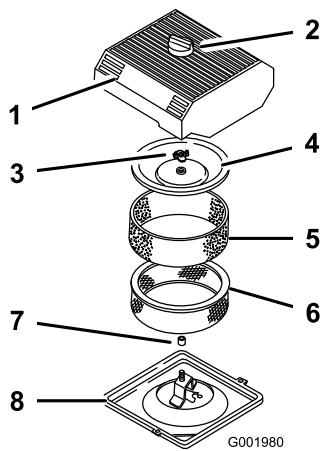

図 46
3. エアクリーナを外したときエンジン内部に異物が入らないよう、周辺をきれいに拭く(図 46)。
- エア・クリーナのカバーのノブをゆるめてカバーを外す(図 46)。
- ペーパー・エレメントからスポンジ・エレメントを注意深く取り外す(図 46)。
- カバー・ナットを外し、カバーとペーパー・エレメントを外す(図 46)。
- ペーパー・エレメントにスポンジ・エレメントを注意深く取り付ける(図 46)。
- カバー・ナットを取り付けて指締めする(図 46)。
4. エア・クリーナのカバーとノブを元通りに取り付ける(図 46)。